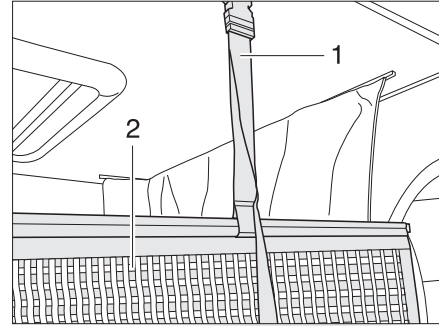

Fig. 168 Supporto rete protettiva
La rete protettiva (Fig. 168,2) con le cinghie di arresto è sistemata sotto il materasso. Fissare la rete protettiva soltanto dopo che le persone si sono stese nel letto basculante.
- Fare innestare le cinghie di arresto (Fig. 168,1) nei supporti sul soffitto.